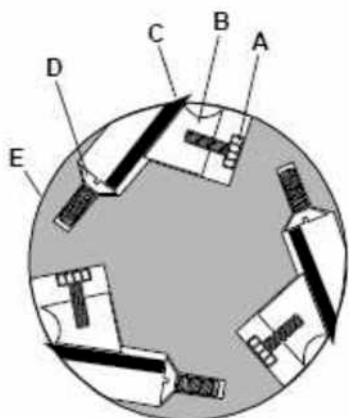

Рисунок 12
4. Поверните фрезерную головку (Е) и определите положение ножа номер один в положении «12 часов». Положение «12 часов» - это самая высокая точка, которую достигает пильное полотно в дуге реза (С, рис. 12).